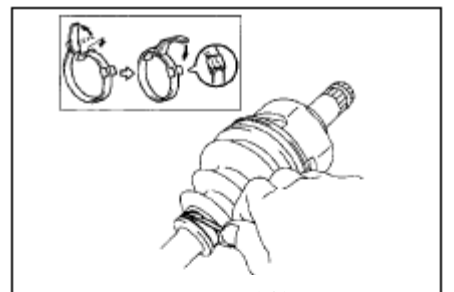

Рис. 142
- 34. Установите малый зажим чехла внутреннего соединения, воспользовавшись отверткой, как показано на рисунке.(рис. 142)**